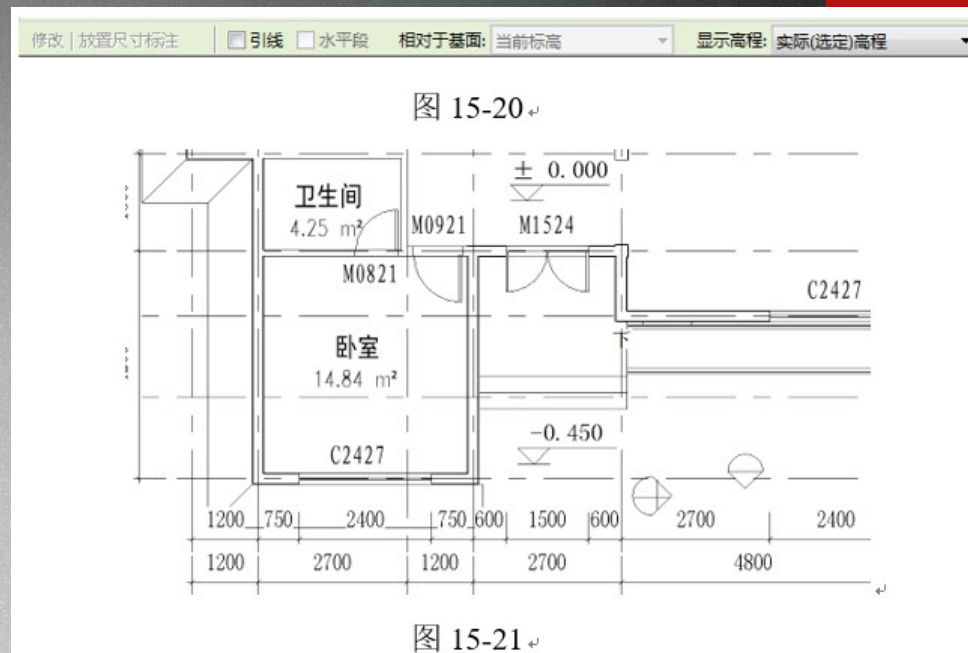

图 15-21
(1) 在项目浏览器中双击“楼层平面”下的“1楼”楼层平面视图。
(2) 单击“注释”选项卡→单击“尺寸标注”面板→“高程点”标注按钮。在“属性”框类型选择器中选择“三角形(相对)”类型。在“选项栏”面板中，不勾选“引线”、“水平段”，设置“显示高程”为“实际(选定)高程”，即显示图元上选定的高程，如图 15-20 所示。在当前楼层平面视图中单击并移动鼠标，调整“高程点”标注的方向，再次单击，完成高程点标注。在“属性”框类型选择器中选择“三角形(项目)”类型，进行室外高程点标注，如图 15-21 所示。